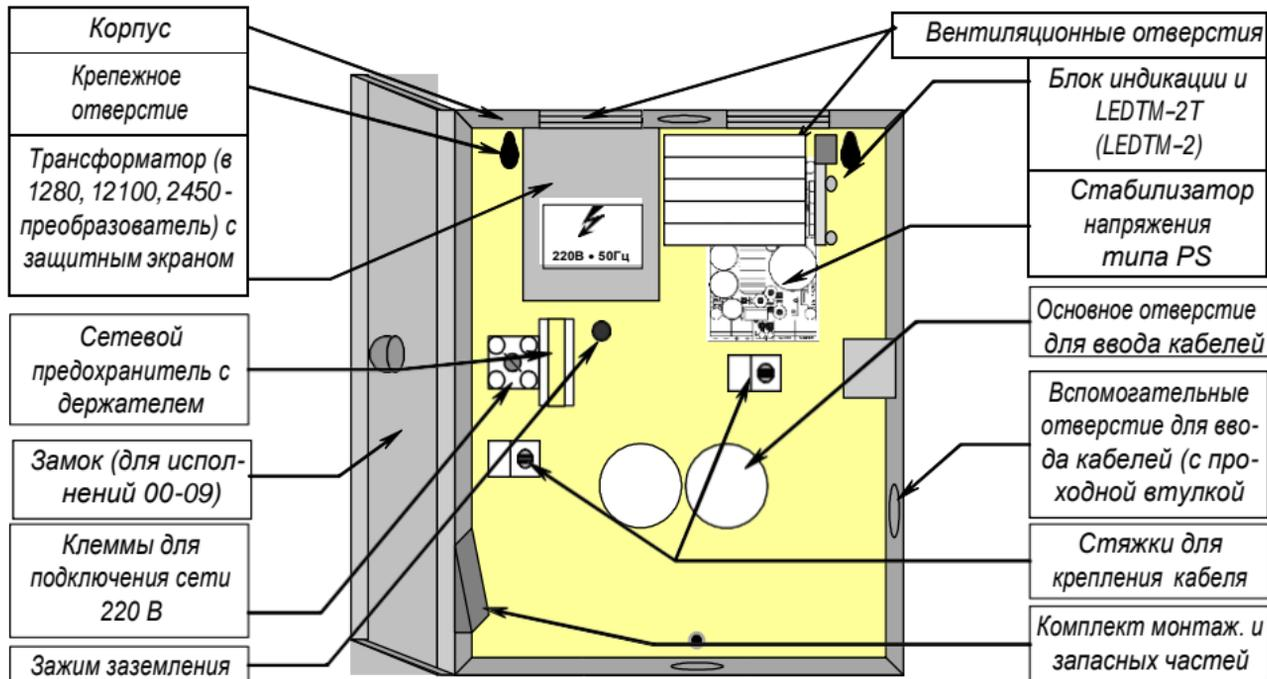

Рисунок 1. Размещение составных частей источника
5.4 Пропустить сетевой кабель через одно из отверстий для ввода (см. рис. 1) и подключить его к колодке сети 220 В, предварительно зачистив его концы. Зафиксировать кабель в стяжке, расположенной в корпусе источников возле колодки.